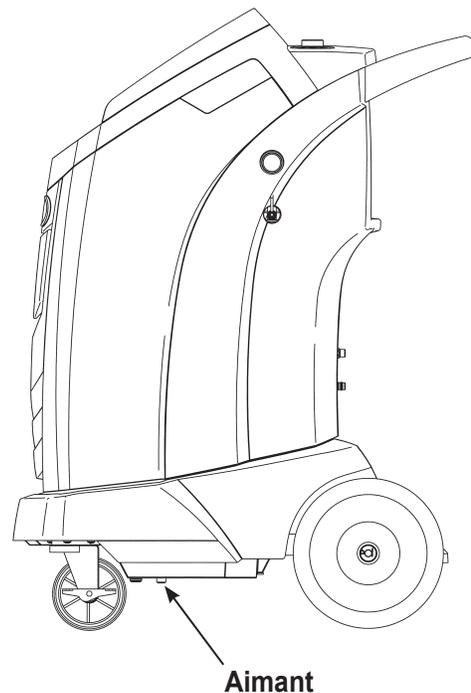

Figure 20
2. Reportez-vous à la figure 20 et assurez-vous que l'aimant en bas de la machine est propre.